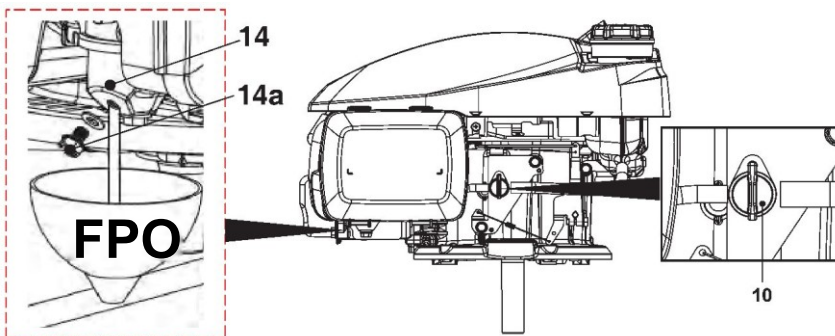

Рис. 33
2. Поверните рычаг топливного клапана (10) в положение OFF (ВЫКЛ).
4. Открутите винт слива топлива (14a) и дайте топливу стечь в ёмкость (рис. 33).